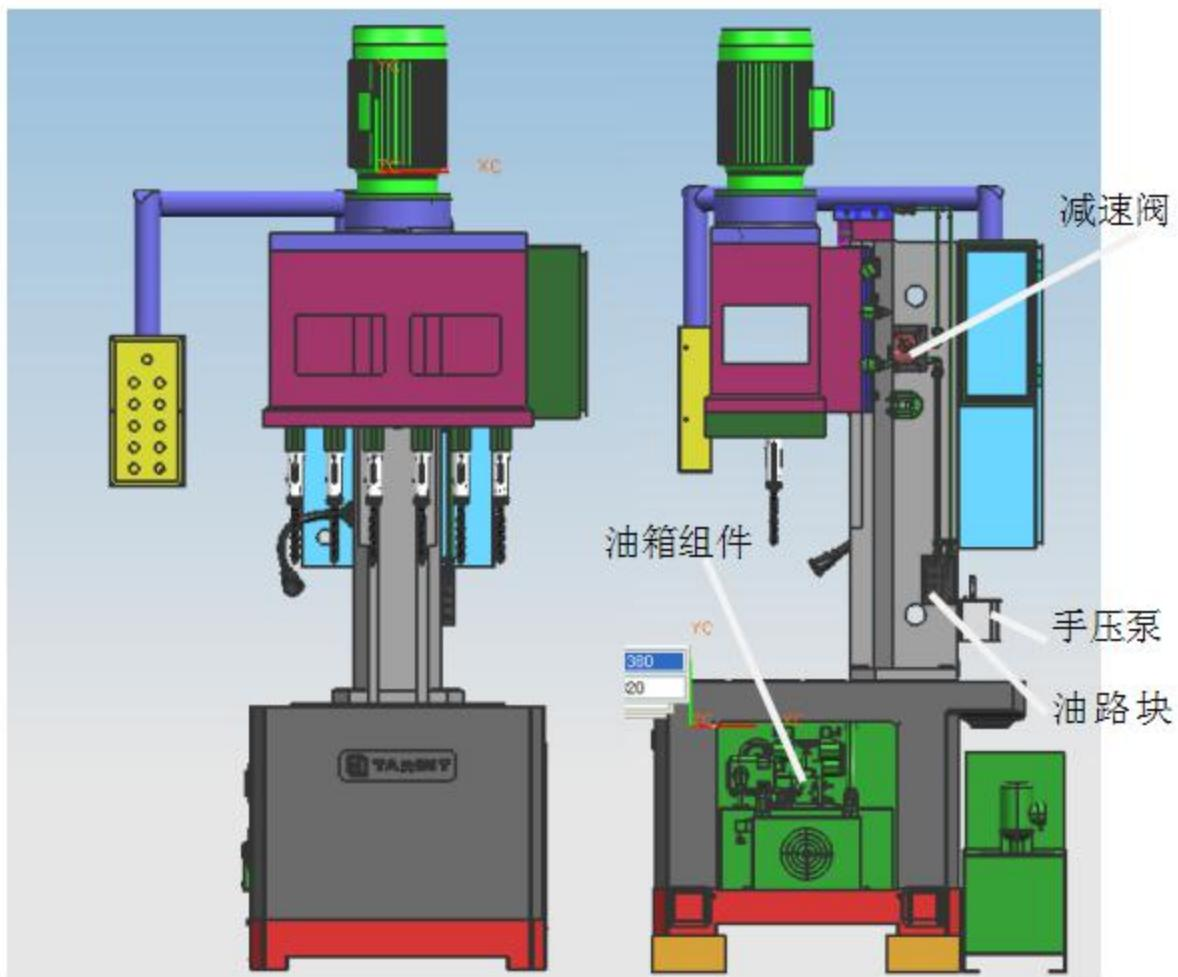

图 15 液压油路图
闭合电源（QS1）和（QS2）后，信号灯（EL）亮。在急停按扭（SB1）闭合的情况下可以对机床进行操作。首先是按“液压启动”（SB3）按钮，按扭上的绿色指示灯亮说明油泵已启动。按下“液压停止”（SB2）可以对油泵停止。在“液压启动”的前提下，按下“夹紧”（SB5）按钮，对工件夹紧方可工作，按“松开”（SB4）按钮，可松开工件。在工件夹紧的情况下，按“工作”（SB7）按钮，油缸使传动机架向下运动，主电机工作带动钻头转动，传动机架下降一段行程后，调速阀碰块与液压行程调速阀接触，使传动机架运动由快速向下运动转为慢速向下运动，钻头开始切削，进入切削状态，通过旋转液压行程调速阀旋钮，可以改变下行速度快慢，移动液压速度碰块位置可以改变传动机架快进工进的行程，当钻头切削结束时：行程下限位调节块碰到行程开关，机头反向上行，当行程上限位调节块碰到接近开关时，机头停止上行，移动行程上/下限位调节块，可以改变机头上/下行位置。旋转节流阀旋钮，可以调节机头下行速度。（见 P14 图 15）
5. 液压油路图。见图 15